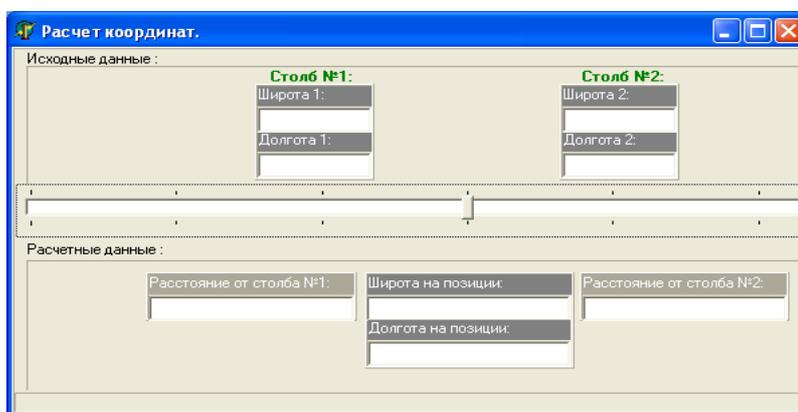

Рисунок 2.37
- в открывшемся окне (рисунок 2.37), в исходных данных занесите географические координаты для двух километровых столбов, граничащих с корректируемым столбом, пропущенным при снятии географических координат;